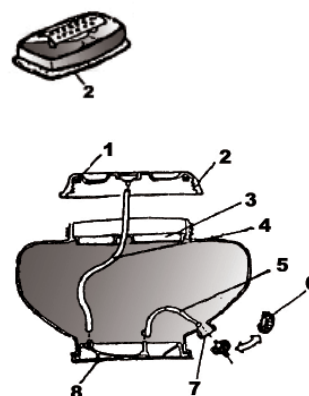
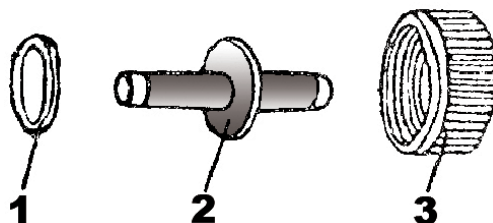

Fig. 2
Fig. 3
- Quitar la cubierta inferior del tanque, poner la tuerca que conecta con el tubo de goma (no olvidar poner la arandela) (Fig.3). Conecte la tapa con el tubo de goma como muestra la (Fig.2).